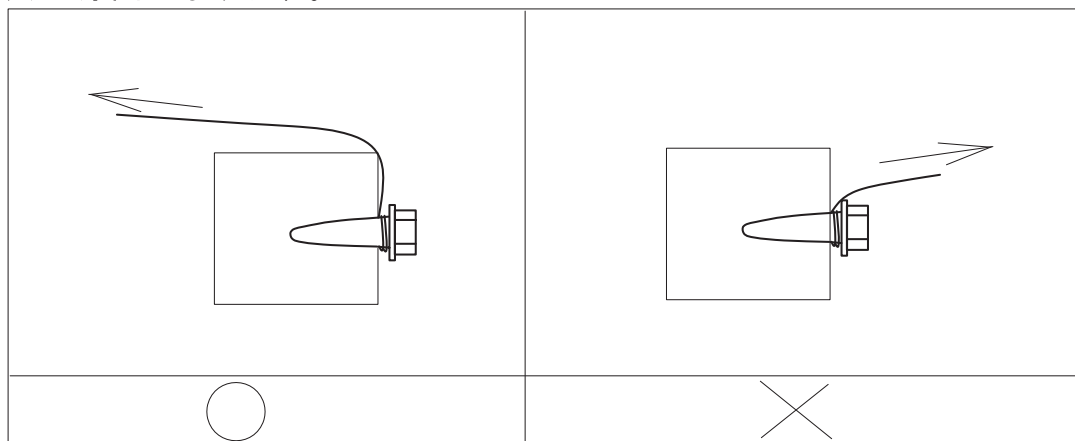

図 19
- コーチねじの取付けは 17 ページ図 19 の「コーチねじ取付要領」を参照ください。